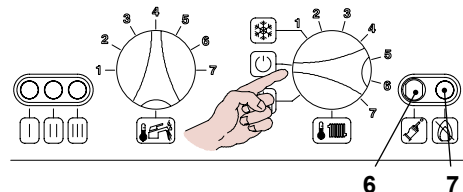

Fig. 3.4
**Si la caldera no funciona y la luz de aviso de bloqueo (7 en Fig. 3.4) está encendida, la caldera se encuentra en bloqueo de seguridad.**
Para restablecer su funcionamiento correcto, presione el pulsador de restablecimiento de la caldera (6 en Fig. 3.4) pque se encuentra en el panel de mandos de la caldera.